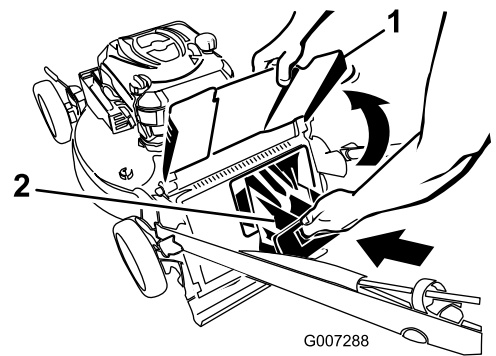
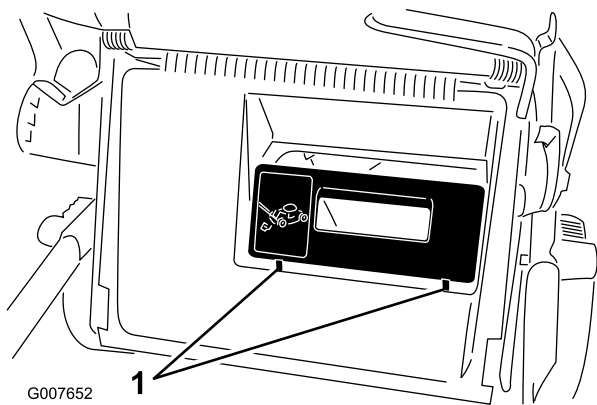

Figure 20
Figure 19
**Important:** Vérifiez que l'obturateur de l'éjecteur arrière est bien en place. Soulevez le déflecteur d'éjection et cherchez les 2 languettes situées devant l'obturateur (Figure 19). Si vous ne les trouvez pas, appuyez fermement sur l'obturateur jusqu'à ce qu'il s'enclenche en position (Figure 20).